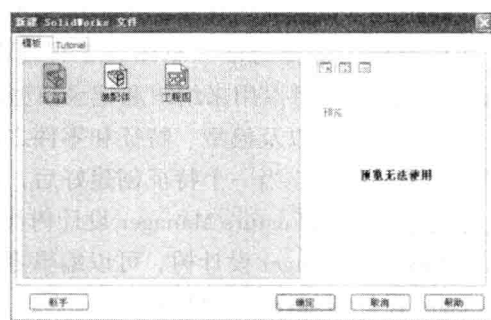

图 1-8 “新建 SolidWorks 文件”对话框
(3) 单击工具栏中的“新建”图标，弹出如图 1-8 所示的“新建 SolidWorks 文件”对话框。SolidWorks 提供了 3 种设计模式，分别为“零件”“装配体”和“工程图”。
选择菜单栏中的“文件”|“新建”命令，将弹出如图 1-8 所示的对话框，该对话框中